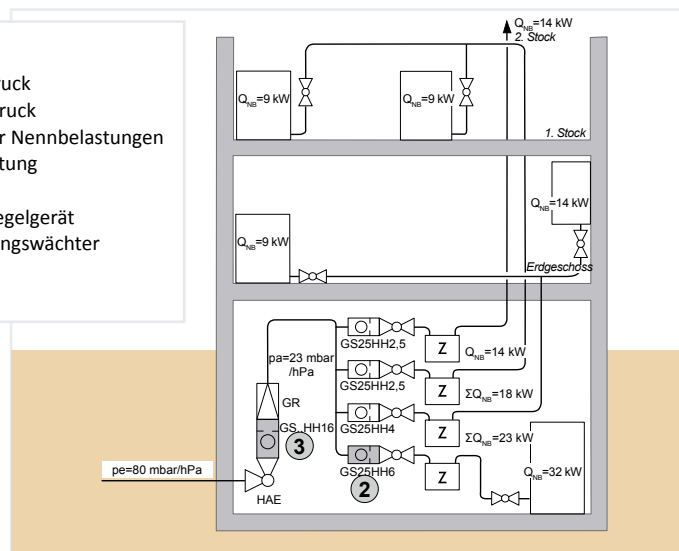

Abb. 4: SENTRY GS im Mehrfamilienhaus (erdgasversorgt)
Hier ist ein GS am Ausgang der HAE einzusetzen (siehe ③ in Abb. 4). Zusätzlich wird vor jedem Gaszähler ein GS installiert. Dieser ist unmittelbar nach dem Abzweig von der Verteilungsleitung einzubauen (siehe ② in Abb. 4).